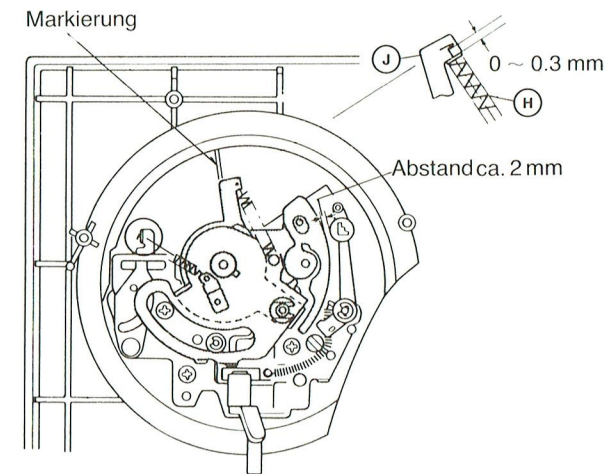

Abb. 6
Beim Einbau der PU-Arretierplatte auf die Markierung im Gehäuse achten (Abb. 6). Dann Inbusschraube (I) festziehen.
Dabei muß der Abstand zwischen Feder (H) und dem Federhalter (J) 0 - 0,3 mm betragen. (Abb. 6).
Beim Absenken des Tonarmes soll der Abstand zwischen dem Bremshebel und der PU-Arretierplatte ca. 2 mm betragen (Abb. 6).